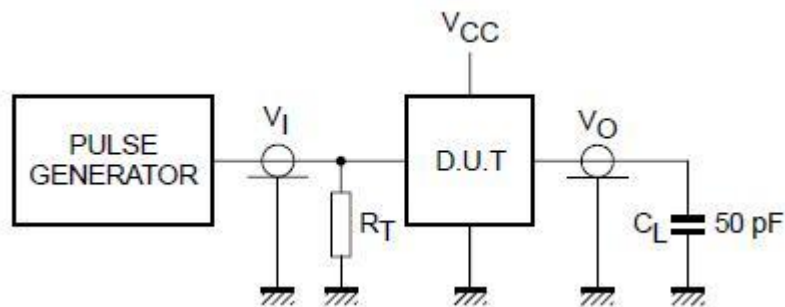

图5、交流测试图
3.3.3 交流参数 1 (除非另有规定, $T_{amb}= 25^{\circ}\text{C}$, $GND=0$, $t_r = t_f = 6.0ns$, $C_L=50pF$; 见图4, 图5)
3.3.4 交流参数 2 (除非另有规定, $T_{amb}= -40 \sim +85 \text{ }^{\circ}\text{C}$, $GND=0, t_r = t_f = 6.0ns, C_L=50pF$; 见图4, 图5)